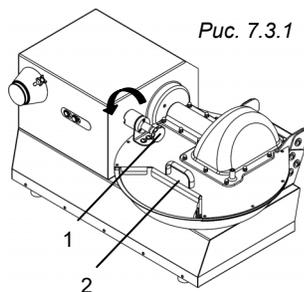

Рис. 7.3.1
3. закройте крышку и заблокируйте ее ручкой «1», Рис. 7.3.1
5. постепенно добавляйте остальной продукт через загрузочное отверстие чаши «2», Рис. 7.3.1.
- Поверните ручку разблокировки крышки против часовой стрелки «1», Рис. 7.3.1.